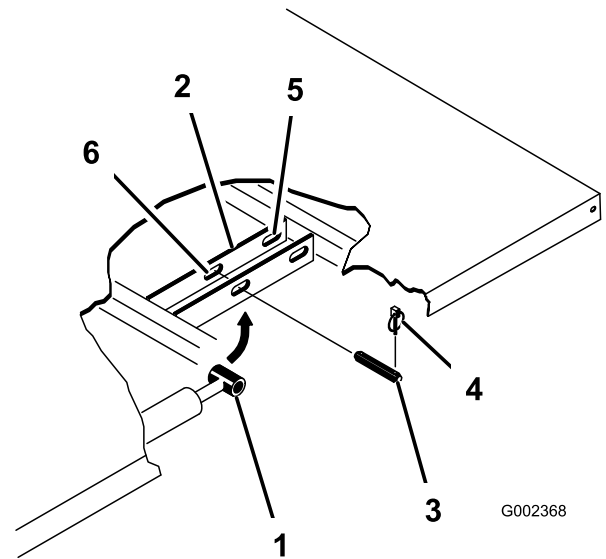

Figura 23
- Retire los pasadores que fijan las rótulas de las varillas de los cilindros a las chapas de montaje de la plataforma empujando los pasadores hacia dentro (Figura 23).
- Retire los pasadores de seguridad y los pasadores que fijan las placas de giro a los perfiles del bastidor (Figura 23).
- Retire los pasadores de seguridad de los extremos exteriores de los pasadores de las varillas de los cilindros (Figura 23).